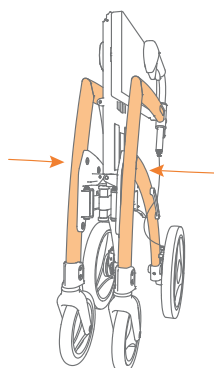

Abbildung 11C: Drücken Sie den Rahmen weiter zusammen.
- Drücken Sie die Seiten des Rahmens gegeneinander, bis der Rollator vollständig zusammengeklappt ist (**Abbildung 11C**).